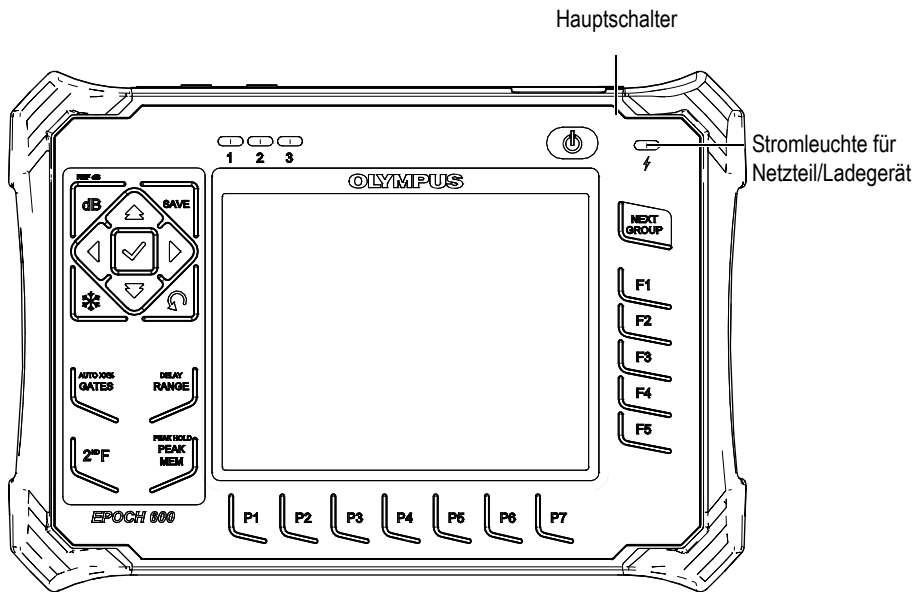

Abbildung 4-1 Lage von Hauptschalter und Stromleuchte am EPOCH 600
In Abbildung 4-1 auf Seite 72 wird die Lage des Stromschalters und der Leuchte für das Netzteil/Ladegerät gezeigt.
4. Das EPOCH 600 durch Druck auf den Hauptstromschalter auf dem vorderen Bedienfeld einstellen (siehe Abbildung 4-1 auf Seite 72).
Die Stromleuchte auf dem vorderen Bedienfeld leuchtet auf (siehe Abbildung 4-1 auf Seite 72).